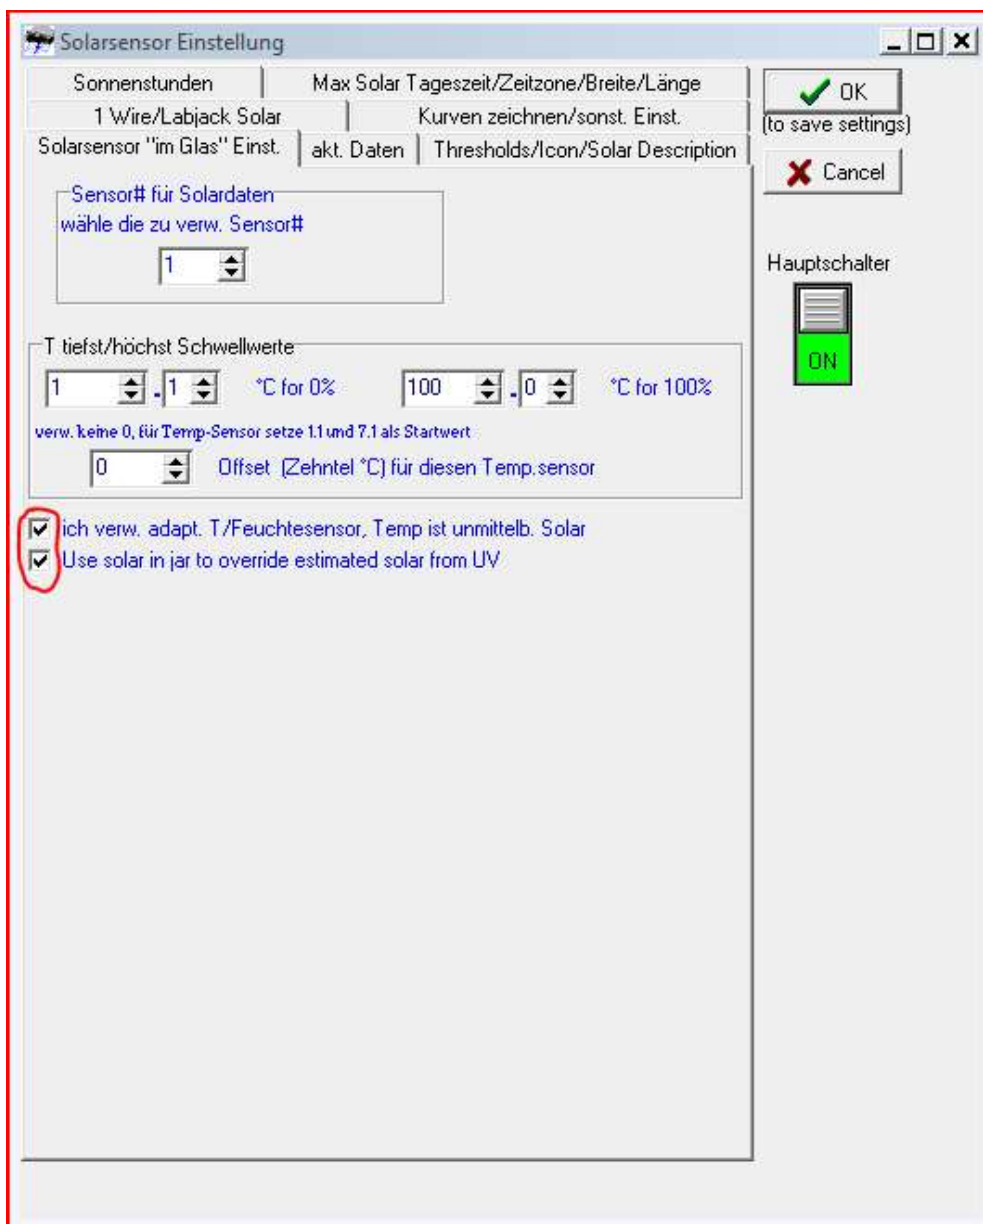

Abbildung 4
1. Im Bereich **Solarsensor im Glas** (Abb. 4) muss der Kanal des verwendeten Sensors angegeben werden. **Achtung!** Auf der Konsole (WMR100/200) ist der Standard-Außentemperatur-Sensor auf Kanal 1 und der 1. Extrasensor auf Kanal 2 usw. In Weather Display ist der Standard-Außentemperatur-Sensor auf Kanal 0 und der 1. Extrasensor auf Kanal 1. Zudem muss angegeben werden, dass man einen Temperatur/Feuchtesensor verwendet und dass dieser die Messwerte eines evtl. vorhandenen UV Sensors überschreibt.